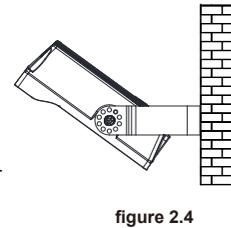

figure 2.4
Étape 3: desserrer les vis; ajuster les angles du luminaire tel que désiré et resserrer les vis par la suite (figure 2.4), conseil: les angles du luminaire sont réglables.